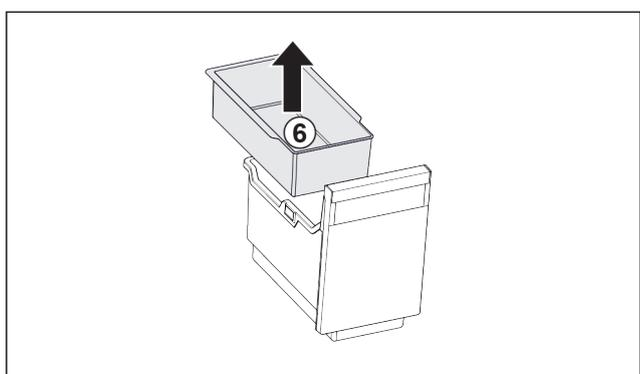

Fig. 100
- ▶ Retirer le Fig. 100 (6) balconnet pour glaçons.